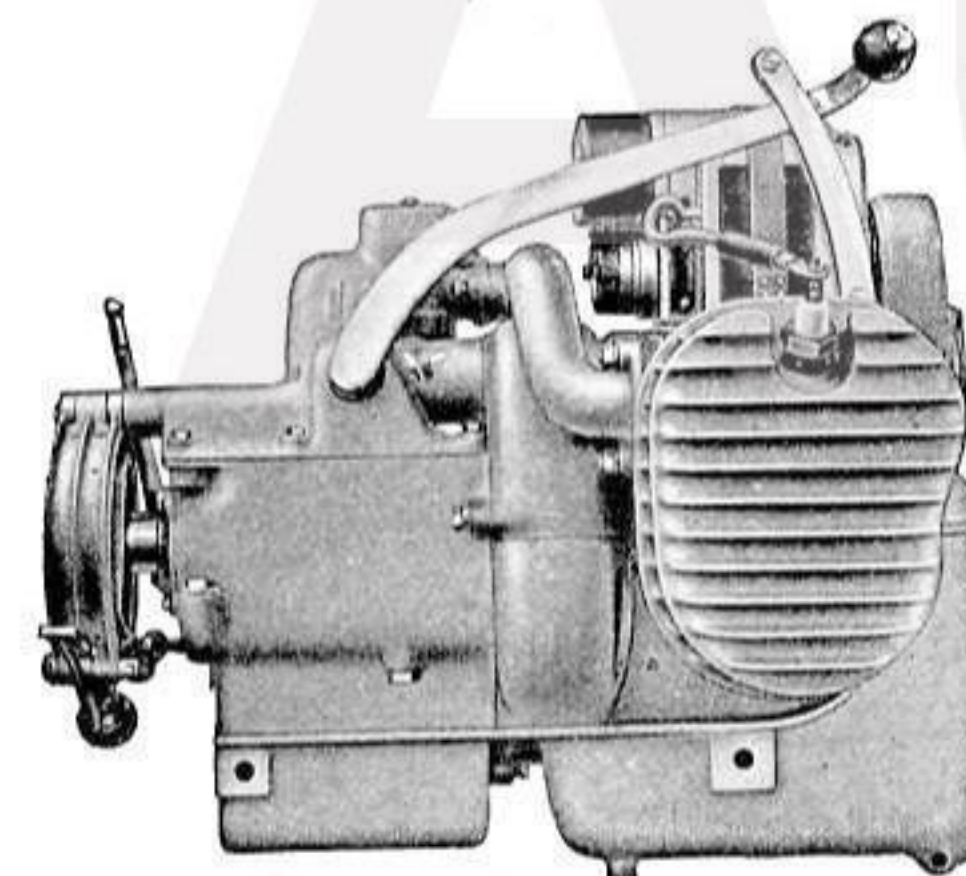

Abb. 3
1. Allgemeines: Der mit der Kupplung und dem Getriebe zu einem Block vereinigte Motor (Abb. 3) wird auf den unteren Rahmenrohren mittels durchgehender Verbindungsschrauben befestigt. Nach deren Lösung kann der ganze Block abgenommen werden, was jedoch nur bei vollständiger Überholung erforderlich ist. Sämtliche Teile sind ohne Ausbau des Motors oder des Ge-
Bild 3: Arbeitshub. Das verdichtete Gemisch wird durch einen an der Zündkerze überspringenden Funken entzündet. Die erfolgende Explosion treibt den Kolben wieder nach einwärts, wobei der Kolben seine Kraft an die Kurbelwelle des Motors abgibt.